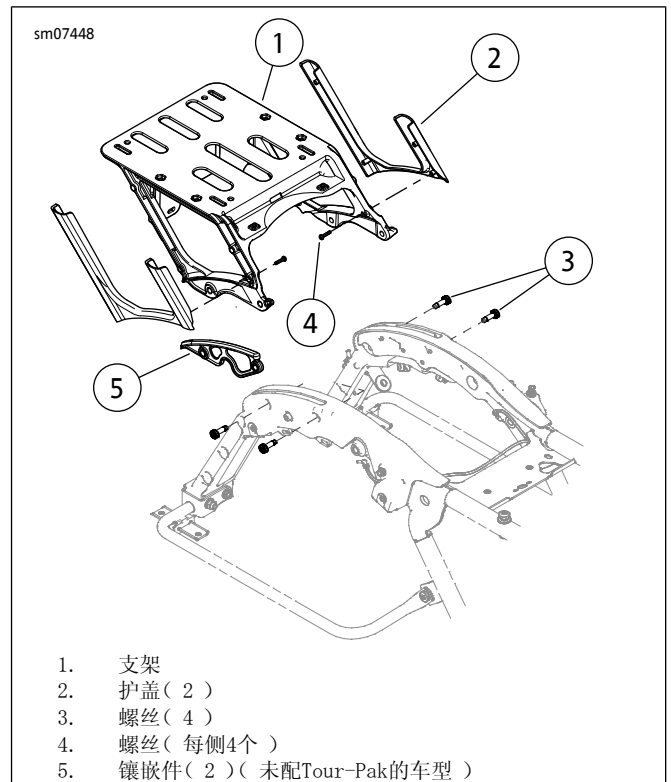

图5。Tour-Pak支架
- a. 参见图5。从支架(1)上固定器处拆下线束连接器。
4. 参见图5。重新定位无线电天线。